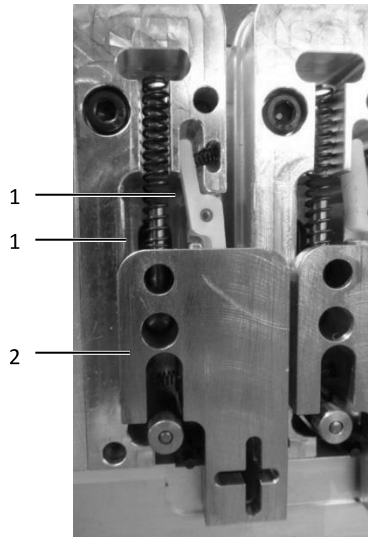

Abb. 23: Transporteinheit
- Geben Sie an beide Seiten (Abb. 23, Pos. 1) der Führungsnut sehr wenig Öl an das Aluminium.
- Fahren Sie mit dem Messingschieber (Abb. 23, Pos. 2) auf und ab, um das Öl zu verteilen.